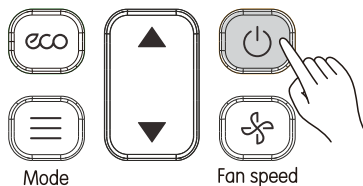

Imagen 3.3
1) Pulse  (consulte la Imagen 3.3), la unidad interior comienza a funcionar;